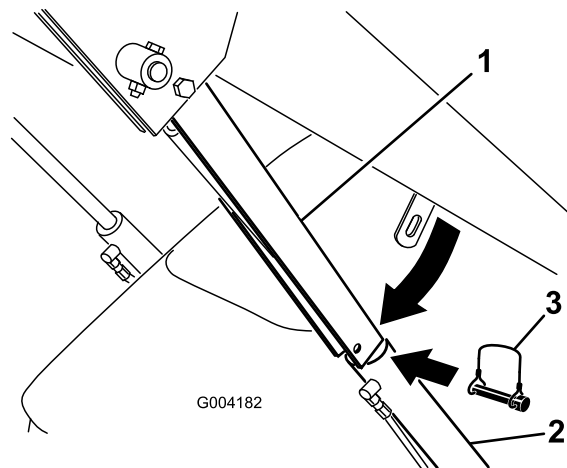

Figura 18
4. Rimuovere l'acciarino che assicura il blocco del cilindro al braccio cariatore (Figura 18).
5. Abbassare il blocco del cilindro sull'asta e fissatelo con l'acciarino (Figura 18).